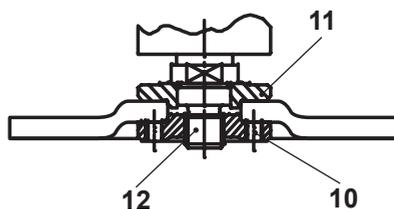

Fig. 16
- Discos grossos (> 4 mm) com o centro curvado: coloque a parte saliente do flange de aperto em direção ao disco (Fig. 16).
> Pressione a parte posterior do interruptor de Ligado/Desligado (4) e desloque-o para a frente até que o interruptor fique encaixado na posição de ligado (Fig. 16).